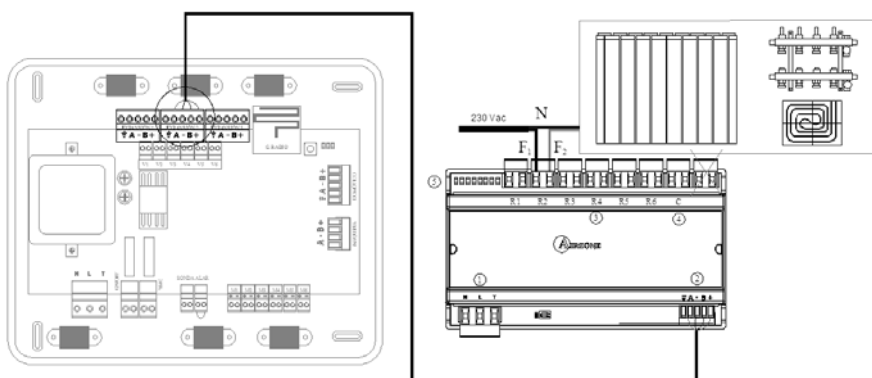
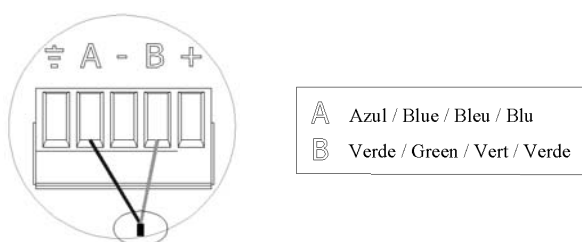
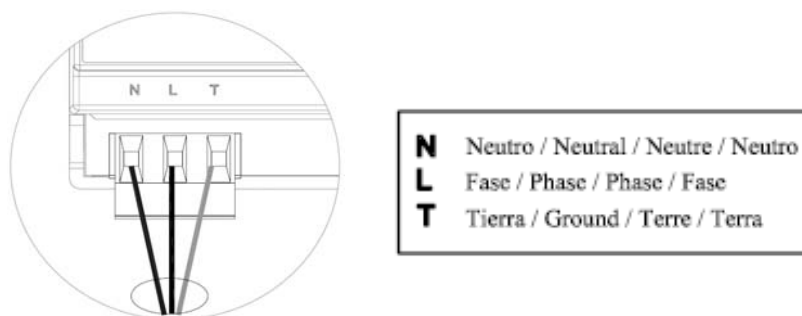

Fig. 29
Fig. 30
Fig. 31
La placa de relé (fig. 29) para el control de elementos radiantes **son elementos que se conectan al bus de expansión de la central ① - Fig. 3.**
La conexión al bus de expansión la realizaremos mediante una borna de 5 pines ubicada en la parte inferior derecha del módulo (Fig. 29). Para ello fije el cable con los tornillos de la borna, **respetando el código de colores asociado a la serigrafía**. (Fig. 30)
La conexión de alimentación eléctrica al módulo la realizaremos mediante una borna de 3 pines ubicada en la parte inferior izquierda del módulo (Fig. 29). Para ello fije el cable con los tornillos de la borna, **respetando la polaridad de las bornas** (Fig. 31).